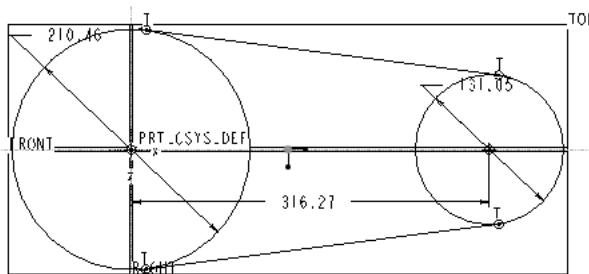

图 3.20 尺寸标注后的情况
(6) 单击【尺寸】操控板中的创建定义尺寸按钮 $\text{D}$ ，分别单击两个圆心，然后在适当位置单击鼠标中键，完成尺寸标注。结果如图 3.20 所示。